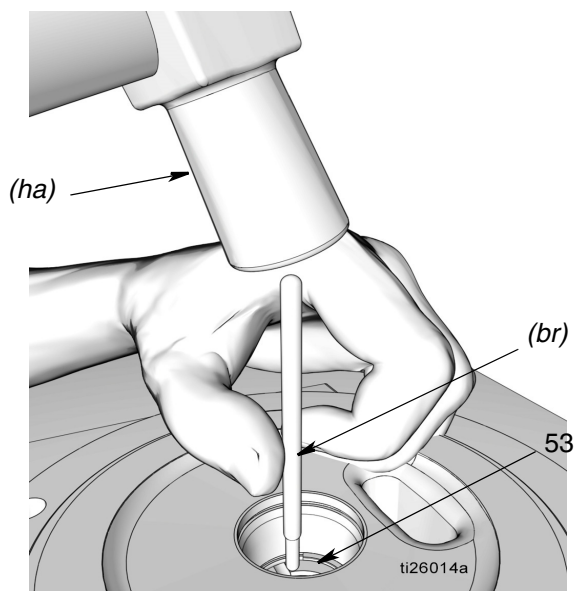

Рис. 29
20. Используйте стержень из мягкой латуни (*br*) и молоток, чтобы аккуратно выбить элемент соединительной муфты (53) из основания насоса (1) (Рис. 29).